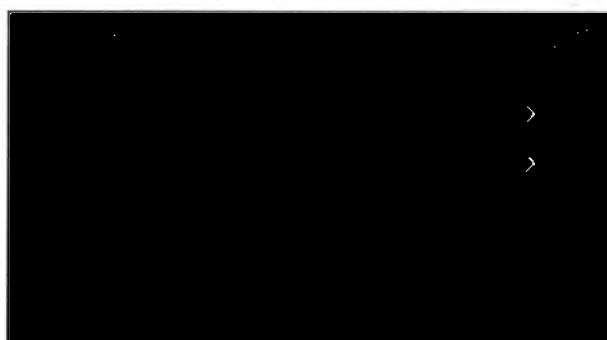

Рис. 3.31 – Окно ввода пользователей
3.6.6 Если на Вашем Приборе есть зарегистрированные пользователи, то на экране появляется окно ввода пользователей (рис. 3.31). Вам необходимо выбрать пользователя, ввести код пользователя, после чего на экране появится основное меню программы.